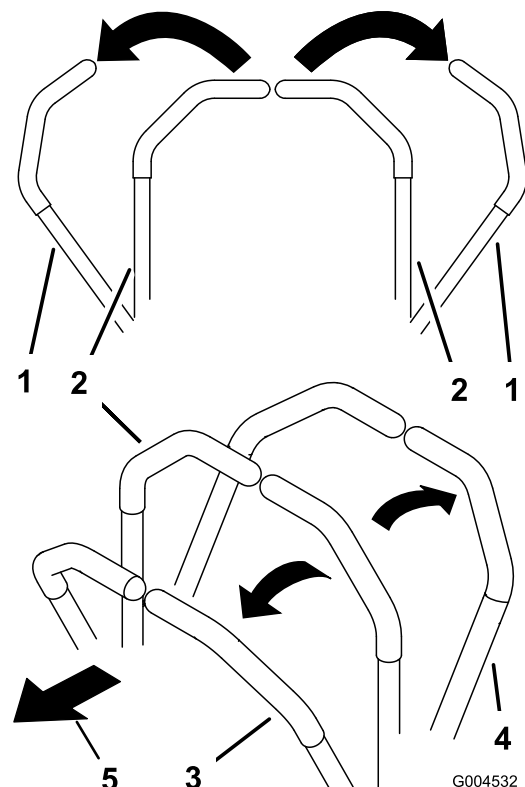

Figure 17
1. Mettez les leviers de commande de déplacement (Figure 17) en position de verrouillage au point mort.
- Pour vous déplacer en ligne droite en marche avant, poussez lentement les leviers de commande de déplacement vers l'avant (Figure 17).
- Pour vous déplacer en ligne droite en marche arrière, tirez lentement les leviers en arrière (Figure 17).
- Pour tourner, ralentissez la machine en tirant les deux leviers en arrière puis poussez en avant le levier du côté opposé à celui que vous voulez prendre (Figure 17).